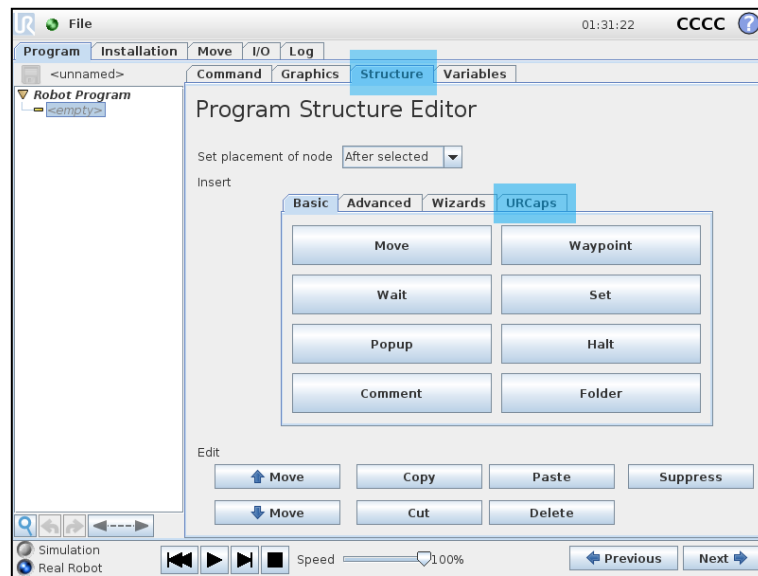

图 5.16 编辑命令插入 URCaps
7. 点击 **Insert** 嵌入命令中 URCaps 插件命令。如图 5.16 所示。